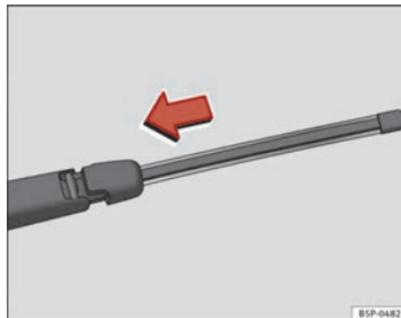

Fig. 170 Colocar a escova do limpa-vidros traseiro
- Posicionar a escova, tal como se indica na ⇒ Fig. 170 e deslizar o adaptador até que encaixe.